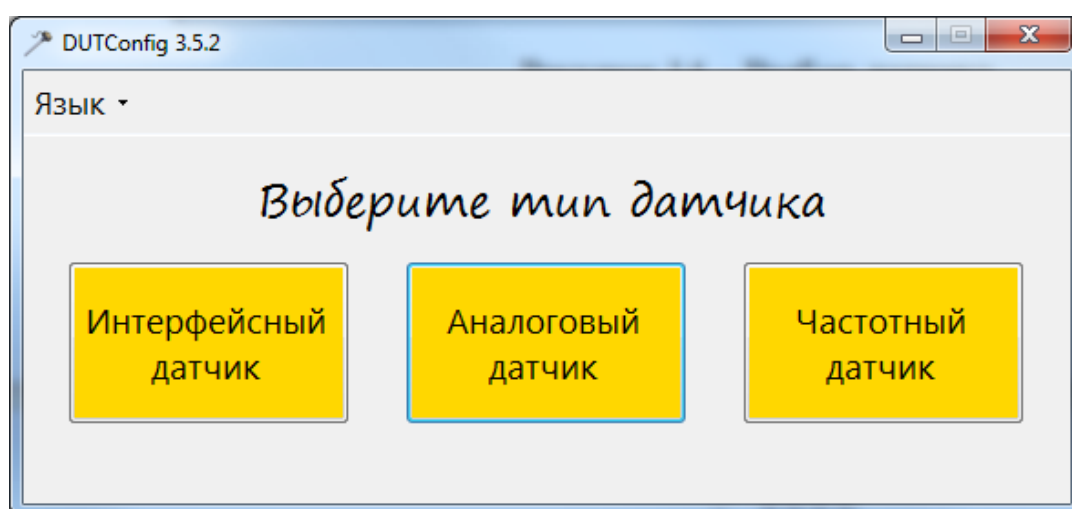

Рисунок 13 – Выбор датчика
6. Запустить ПО **DUTConfig**. В появившемся окне (рис.13) выбрать тип датчика: Аналоговый.